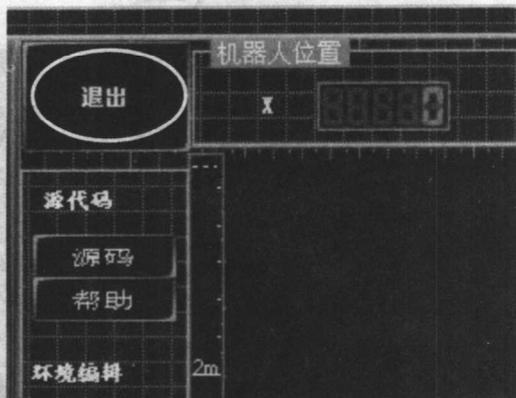

图 1-14
③ 程序运行后，单击屏幕左上角的“退出”按钮，如图 1-14 所示，回到主程序窗口。